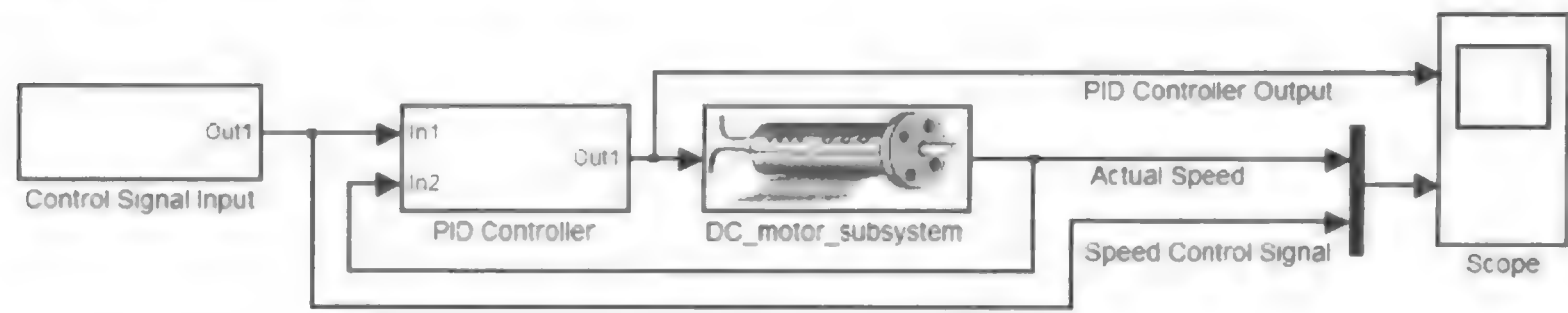

图 9.4.8 功能验证模型
(4) 完成第三步后, 将示波器由 3 通道改为 2 通道。电动机模型仅余一个输出口(电动机转速), 将其与 Control Signal Input 信号通过合路器 Mux 模块一并连接到示波器上, 以监视其响应, 对应于需求中的转速监控。同时, 可以将速度控制信号和 PID 输出信号也连接到示波器上, 方便分析三者间的关系, 如图 9.4.8 所示。